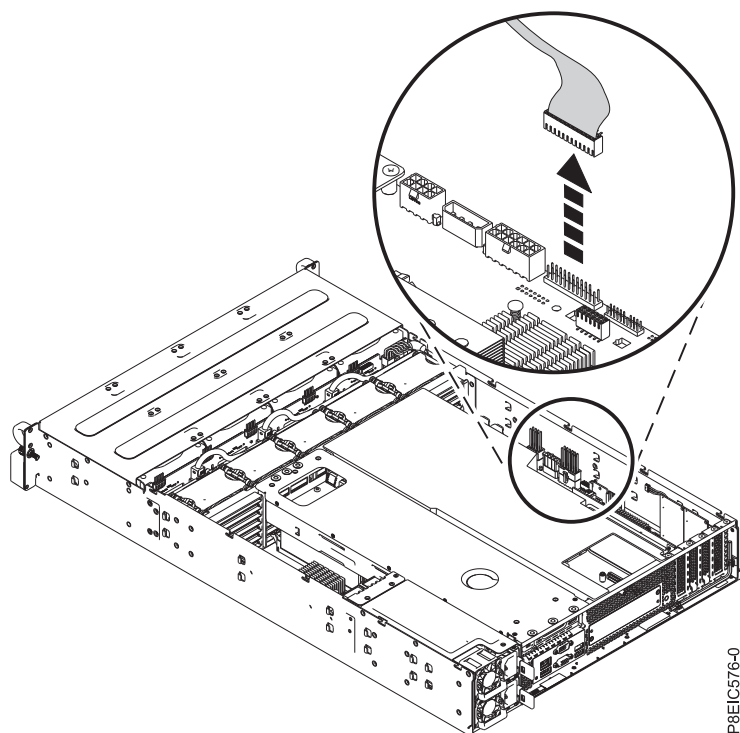

図 68. 前面パネル制御ケーブルの切り離し
7. システム・バックプレーンから前面パネル制御ケーブルを取り外します (図 68 を参照)。